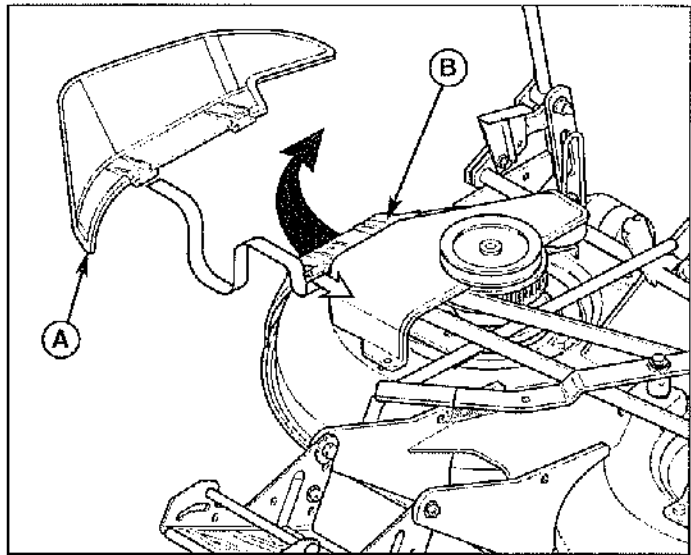

Figure 5. Installation du déflecteur d'éjection latérale
1. Relever le couvercle de broyage (B, figure 5).
2. Monter le déflecteur d'éjection latérale (A) sous le couvercle de broyage. Le déflecteur d'éjection latérale s'accroche sur la tige de support du couvercle de broyage et est tenu en place par le couvercle de broyage.